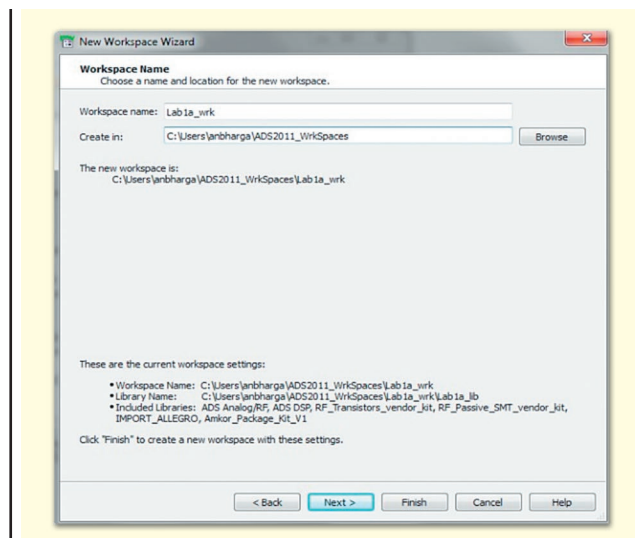

Рис. 1
- Запустіть ADS 2011 і в головному вікні виберіть **File > New > Workspace**. Введіть бажане ім'я робочого середовища. Зверніть увагу, що ім'я робочого середовища і шлях до його розташування не повинні містити пробілів. Натисніть **Next** (рис. 1).